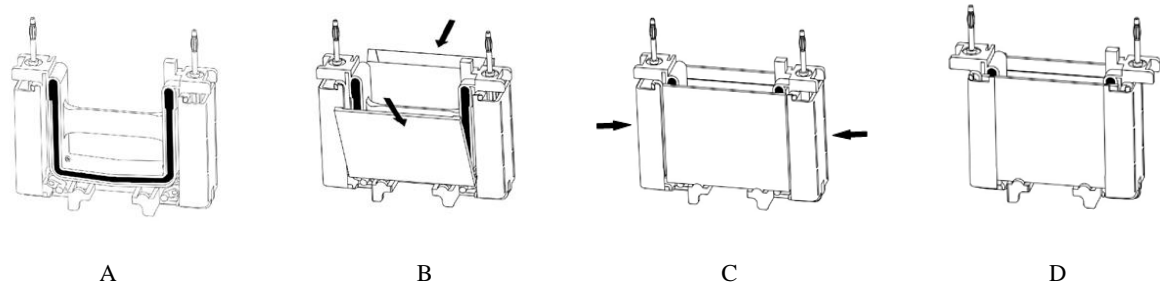

图 2 安装迷你垂直电泳槽的电泳模块
- 2) 打开灌胶胶并放置于干净平整操作台上（图 2，A）；
- 3) 将第一块凝胶三明治以短玻璃板朝内侧放置于凝胶支撑架上，凝胶支撑架模铸于组件底部且每侧均有两个。放置第一块胶时须小心确认夹胶框保持平衡状态不会翻倒。在另一侧凝胶支撑架上放置第二块胶，共有两块胶相对中心倾斜；如果运行奇数胶（1 或 3 块胶），则须使用缓冲液挡板（图 2，B）；
- 4) 同时将 2 块胶板向中心捏紧，使胶板紧贴密封条，并且需短玻璃板顶住密封条台阶；然后双手同时向内合拢两侧的边卡，使其锁定到位；边卡会推动胶板使短玻璃板紧贴 U 型密封条的凹槽，以防止漏液（请确认短玻璃板没有压住密封条台阶）（图 2，C）；
- 5) 此时可以用缓冲液清洗样品孔和上样（图 2，D），请不要尝试在胶板压住密封条台阶时合拢夹胶框夹。